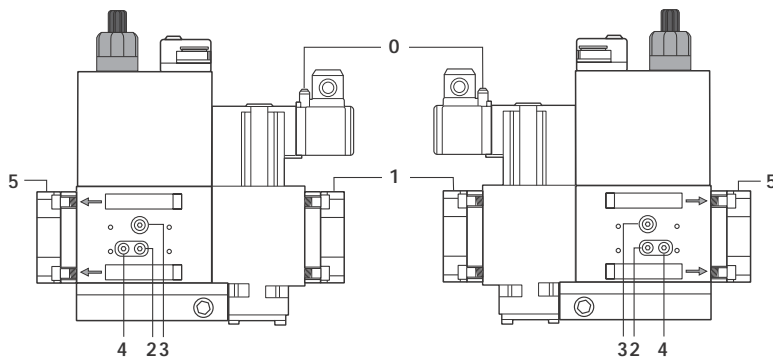
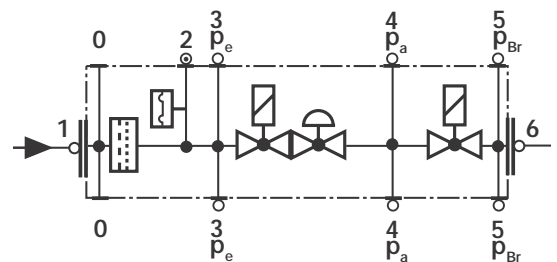

Fig. 30
Fig. 31
- Pulire o sostituire il filtro se la differenza di pressione fra i punti 1 e 2 (Fig. 30-Fig. 31)  $\Delta p > 10$  mbar.